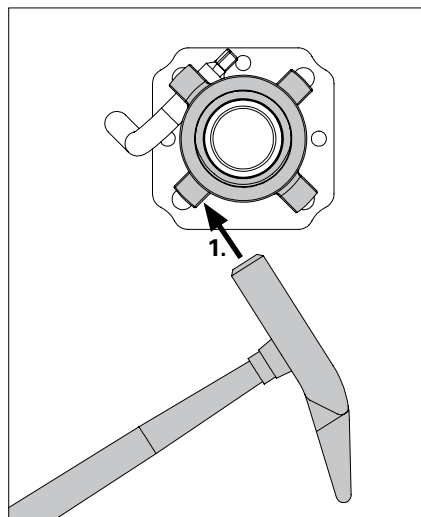

Fig. A2.02
- martello contro le camme (Fig. A2.02/A2.02a)